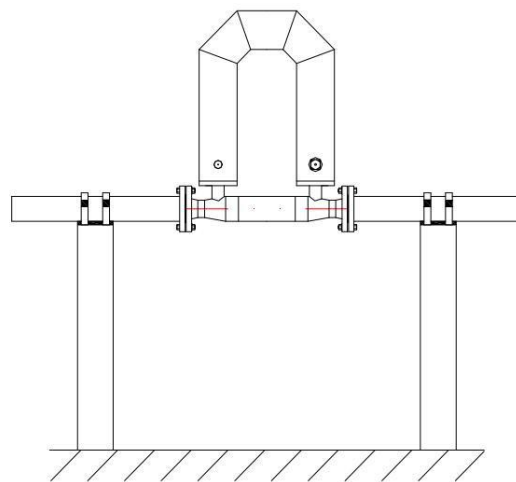

图 2.2
- 2、当质量流量计测量气体时，壳体应向上安装，如图 2.2 所示，防止液体聚集在传感器振管内。